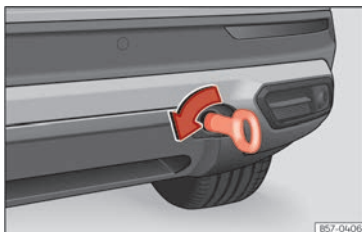

Abb. 199 Auf der rechten Seite des hinteren Stoßfängers: eingeschraubte Abschleppöse.
- Drehen Sie die Abschleppöse **entgegen dem Uhrzeigersinn** so fest wie möglich in die Aufnahme »» **(Abb. 199)** , »» ①. Verwenden Sie ein geeignetes Hilfsmittel, um die Abschleppöse festzuziehen.
① HINWEIS